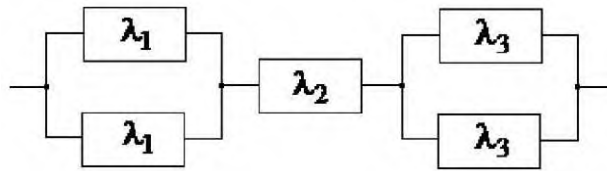

Рис. 5. Схема расчета надежности к задаче 6
6. Схема расчета надежности резервированного устройства приведена на рис. 5. Интенсивности отказов элементов имеют следующие значения: $\lambda_1 = 0,23 \cdot 10^{-3}$ 1/ч, $\lambda_2 = 0,5 \cdot 10^{-1}$ 1/ч, $\lambda_3 = 0,4 \cdot 10$ 1/ч. Предполагаем, что последствие отказов элементов отсутствует. Необходимо найти среднюю наработку до первого отказа устройства.